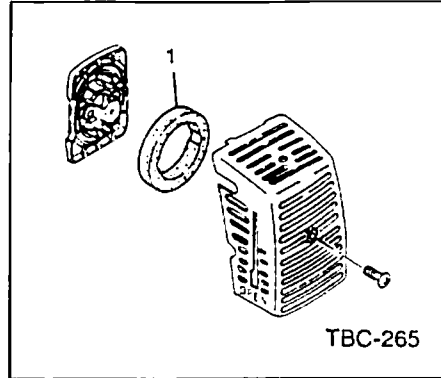

Fig. 3-2
**En** Air filter (Fig. 3-2, 2B)
**Fr** Filtre à air (Fig. 3-2, 2B)
**Sp** Filtro de aire (Fig. 3-2, 2B)